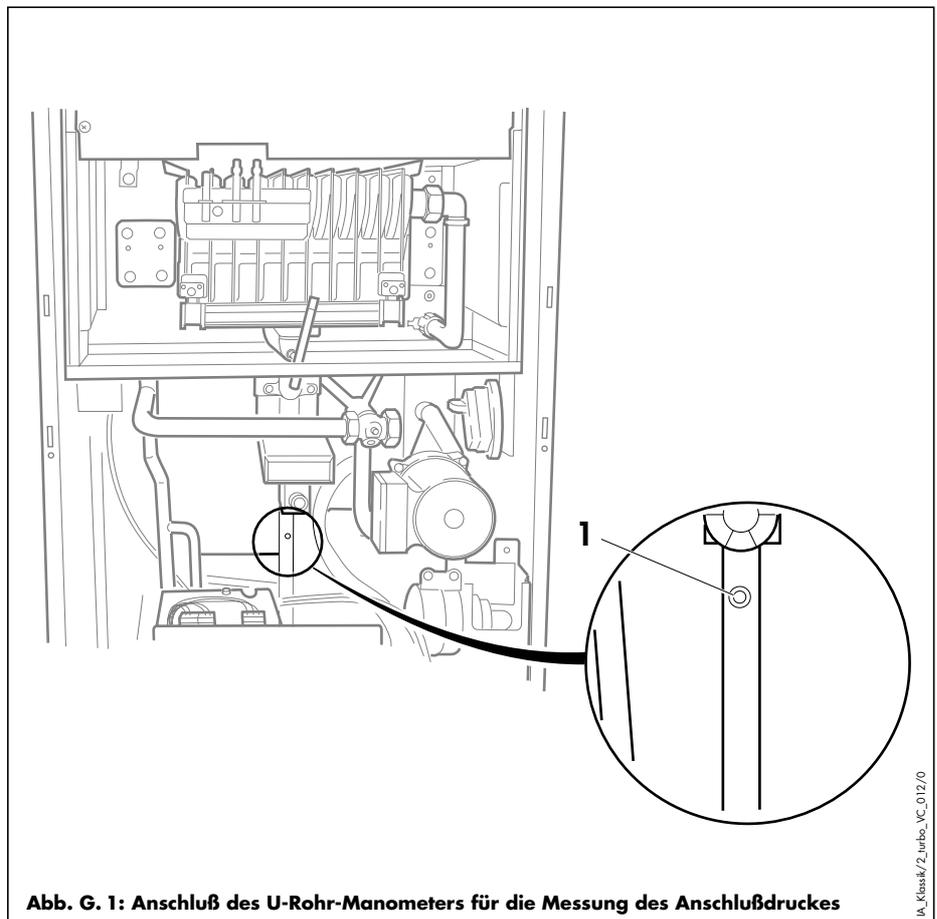

Abb. G. 1: Anschluß des U-Rohr-Manometers für die Messung des Anschlußdruckes
- Schließen Sie das U-Rohr-Manometer an den Meßpunkt (1, Abb. G.1) an.